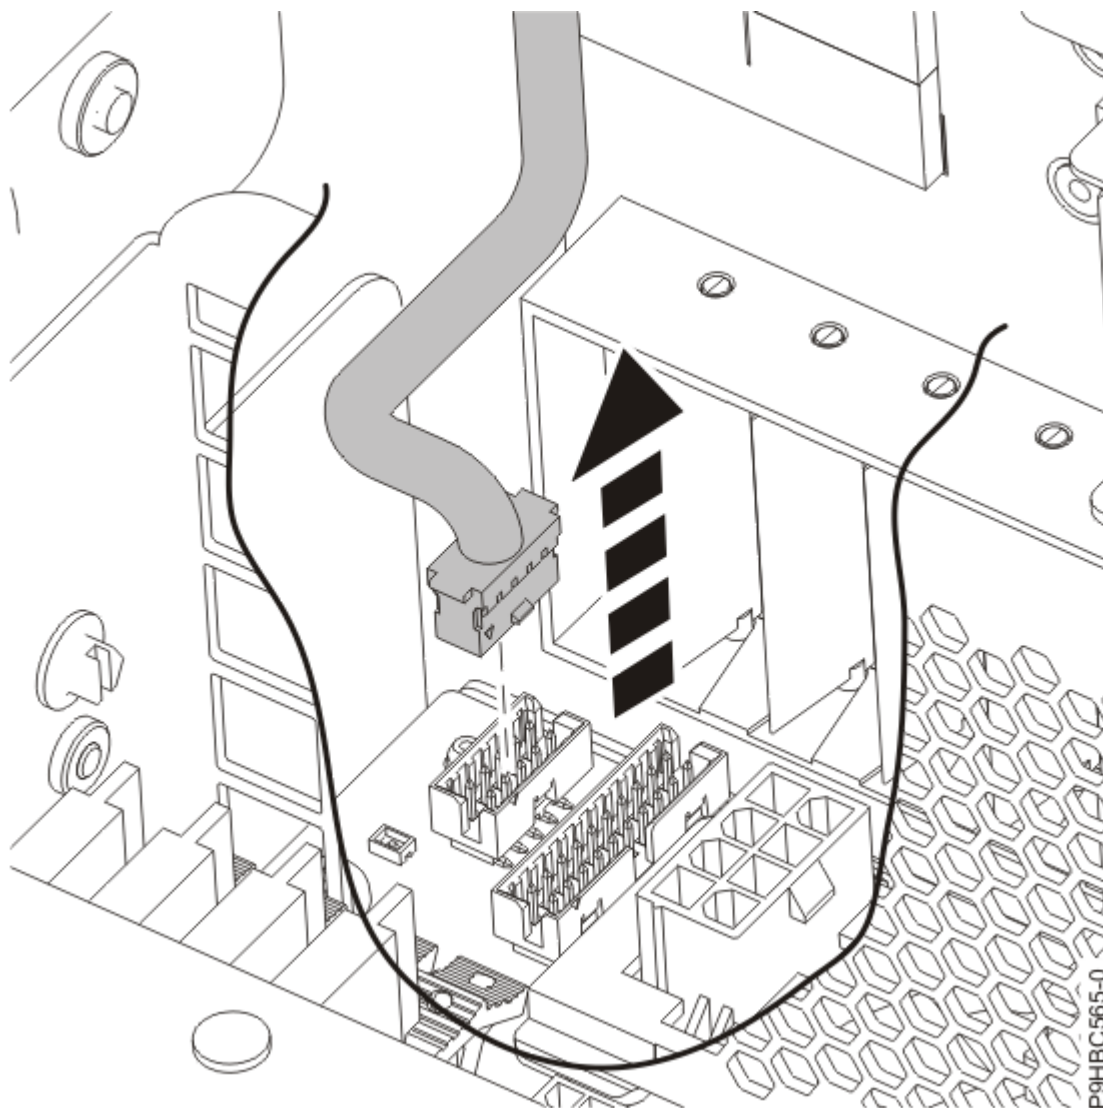
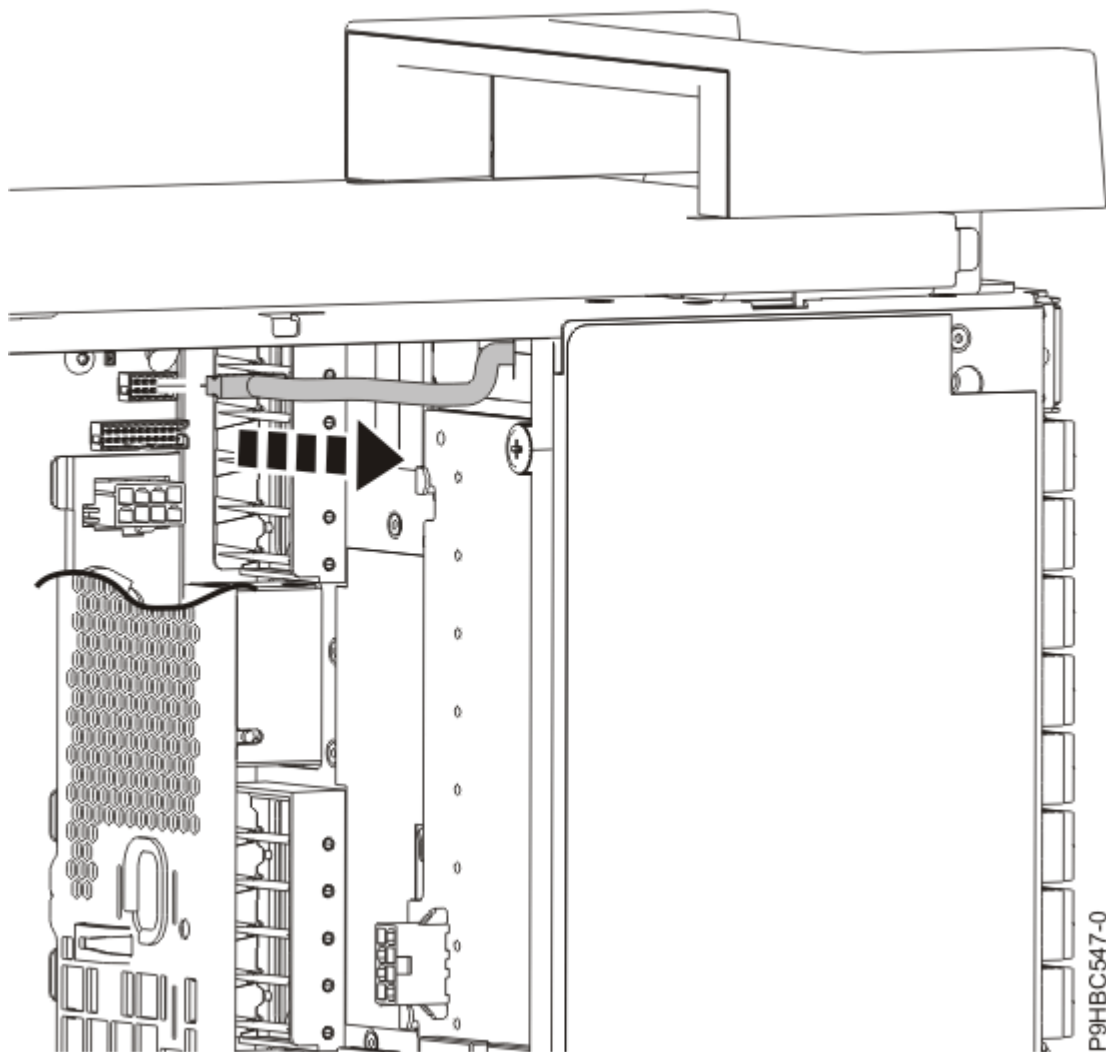

Figure 109. Déconnexion du câble de l'écran du panneau de commande du fond de panier système pour un système monté en armoire
Figure 110. Déconnexion du câble de l'écran du panneau de commande du fond de panier système pour un système autonome
4. Déconnectez le câble de l'écran du panneau de commande du fond de panier système, comme illustré à la Figure 109, à la page 116 ou la Figure 110, à la page 117.